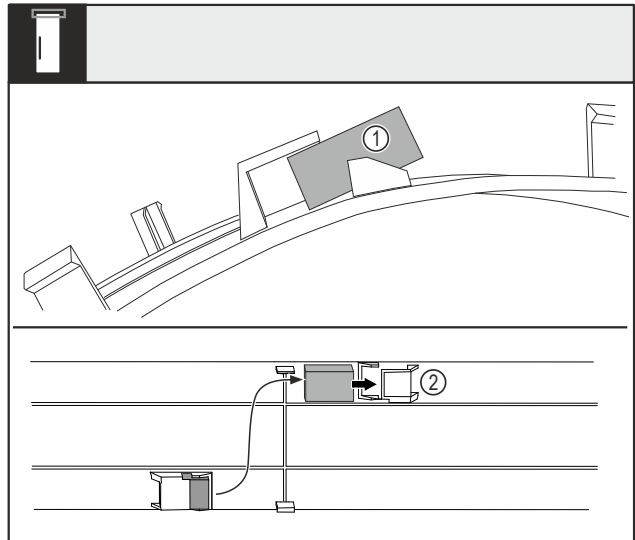

Fig. 15
- ▶ Bøj afdækningen, og træk dørmagneten Fig. 15 (1) ud af lommen.
- ▶ Skub dørmagneten ind i den anden lomme Fig. 15 (2).